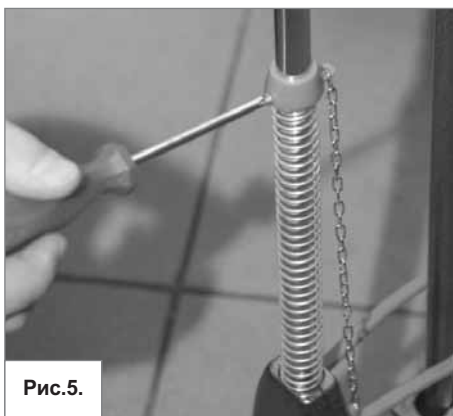

Рис.5.
4. В случае необходимости ограничителем шага (4) установить требуемое сжатие пружины (5) ударного механизма. Рис. 5.